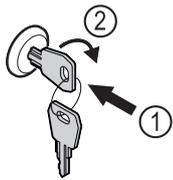

Fig. 52
- ▶ Вставьте ключ Fig. 52 (1).
- ▶ Поверните ключ на 90° по часовой стрелке Fig. 52 (2).